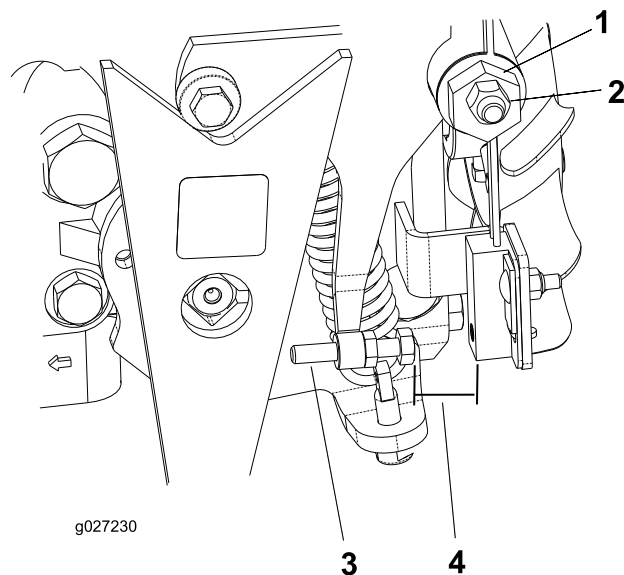

Figura 34
4. Allentate il dado di bloccaggio sulla camma di regolazione della trazione (Figura 34).
5. Avviate il motore e girate in entrambe le direzioni l'esagono della camma (Figura 34) per stabilire la posizione centrale del range di folle.
3. Regolate la vite fino a ottenere un traferro di 0,8–2,3 mm; fate riferimento a Figura 34.